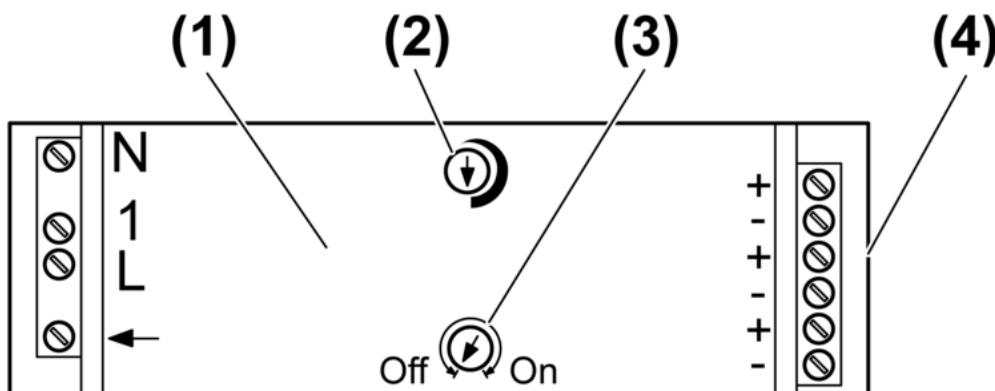

Bild 1: Geräteaufbau
- Einsteller **Grundhelligkeit** (Bild 1) verstehen, bis eine noch gut sichtbare Grundhelligkeit gegeben ist.